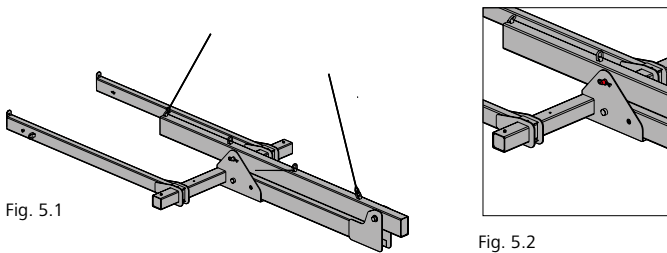

Fig. 5.1
- Accrochez le palonnier aux deux points d'élingage extérieurs (A) et (D) (Fig. 5.1).